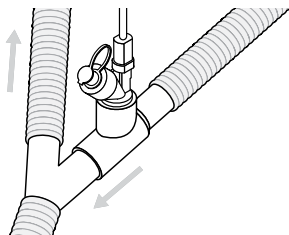

Figure 5. Raccordement de l'Aerogen Solo à un circuit respiratoire pour adultes
1. Pour les **circuits respiratoires de 22 mm pour adultes**, raccorder le nébuliseur muni de la pièce en T pour adultes à la branche inspiratoire du circuit en amont du raccord en Y (Figure 5).
Pour les **circuits respiratoires pour enfants**, de 15 mm, raccorder le nébuliseur muni de la pièce en T pour enfants à la branche inspiratoire du circuit en amont du raccord en Y, comme illustré pour la pièce en T pour adultes à la Figure 5.
À l'hôpital et dans le cadre des soins à domicile, l'Aerogen Solo est adapté à l'utilisation sur des patients en trachéotomie sous ventilation mécanique (figures 5, 7, 8 et 9).
L'Aerogen Solo convient à une utilisation avec une ventilation non invasive dans un circuit à deux branches, comme illustré dans les figures 5, 7, 8 et 9.